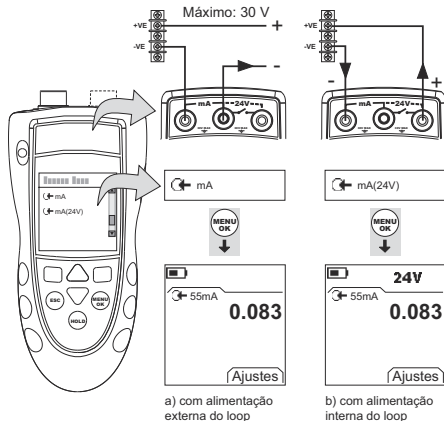

Figura 7: Configuração de exemplo – Medida de mA
1. Conecte o instrumento (Figura 7) e, se necessário, ajuste a Configuração (Tabela 1).
1. Apenas DPI802/802P. Conecte o instrumento ao equipamento de calibração (Figura 7).